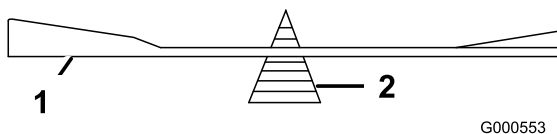

Figura 71
2. Verifique el equilibrio de la cuchilla colocándola sobre un equilibrador de cuchillas (Figura 71).